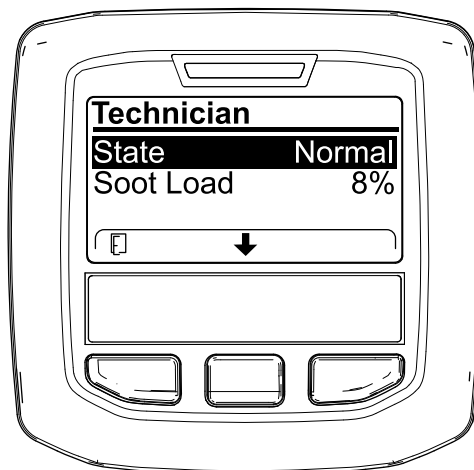

Рисунок 9
- Используйте рабочую таблицу по фильтру DPF, чтобы понять текущее состояние работы DPF (Рисунок 9).